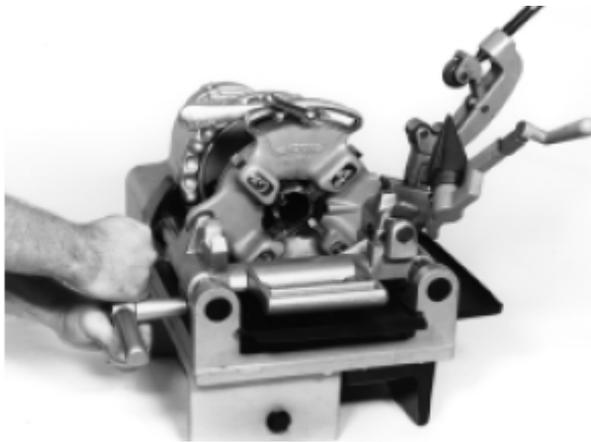

图8 — 用811A模头套丝
7. 摆好脚踏开关以便操作者可以容易的控制滚沟机对管子进行滚沟操作。脚踏开关位置应该方便操作者（见图8）：
9. 慢慢移动板牙，直至套丝完成（见图8）。